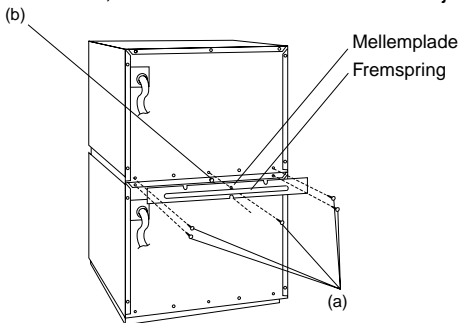

Fig. 1
1. Sæt den ene ovn ovenpå den anden og fjern skrue(r) (a) fra hver ovn som vist i fig. 1.